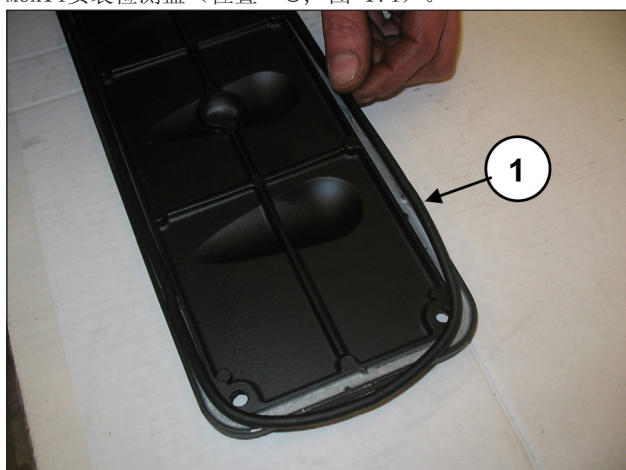
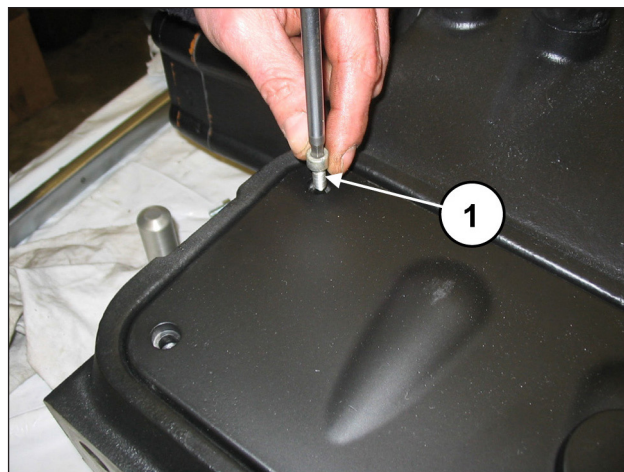

图 173
图 174
在检测盖上插入O形圈(部件号 ①，图 173)并使用4+4螺丝M6x14安装检测盖（位置 ①，图 174）。